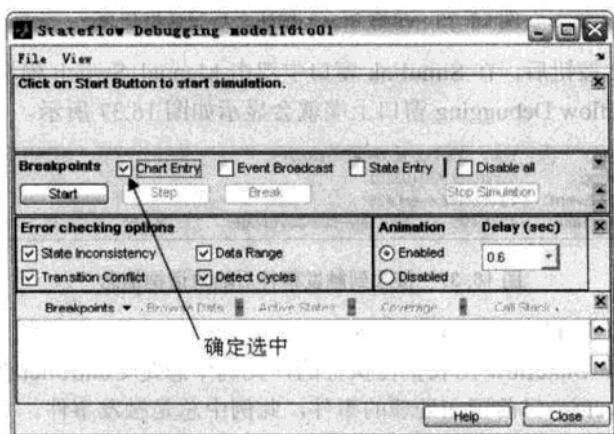

图 16.32 选择 Breakpoint 栏中 Chart Entry 选项
(1) 在 Stateflow 图表编辑框中选择 Tools | Debug 命令, 弹出 Stateflow Debugging 窗口。
(2) 在 Breakpoints 栏中选中 Chart Entry 复选框, 如图 16.32 所示。此选项的作用是从 Manual Switch 发送触发信号之后, 进入图表暂停运行 Stateflow。